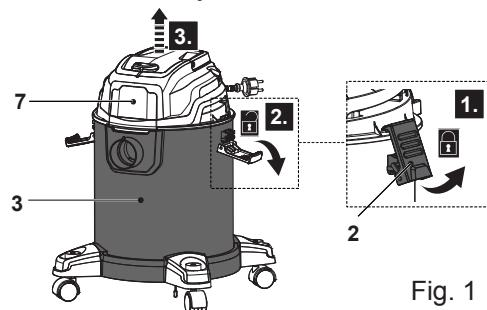

Fig. 1
- > Suelte las abrazaderas de plástico (2) y desmonte la unidad del motor (7) y el depósito (3) (Fig. 1).